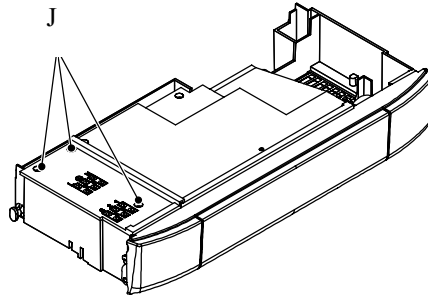

Fig. 5.13
- 4 Loosen the screws J and remove the service panel (Fig. 5.13).
- 4 Ослабьте винты J и снимите сервисную панель (рис.5.13).